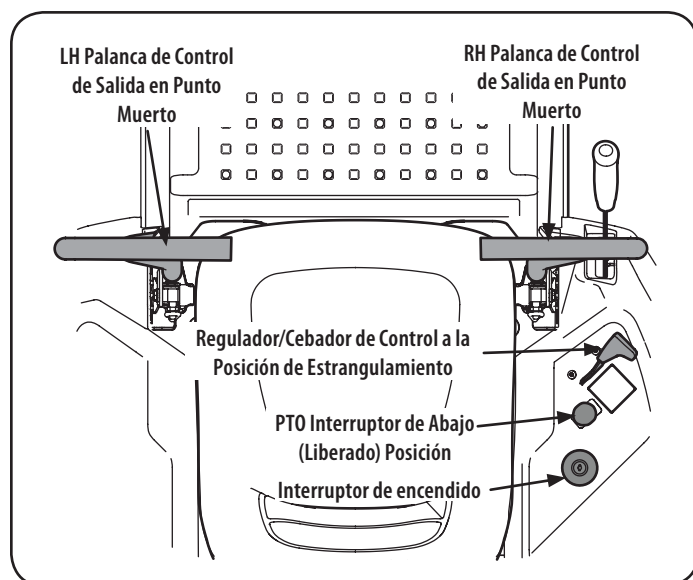

Figura 8
2. Asegúrese de que el interruptor PTO esté en la posición desenganchada (abajo). Consulte la Figura 8.